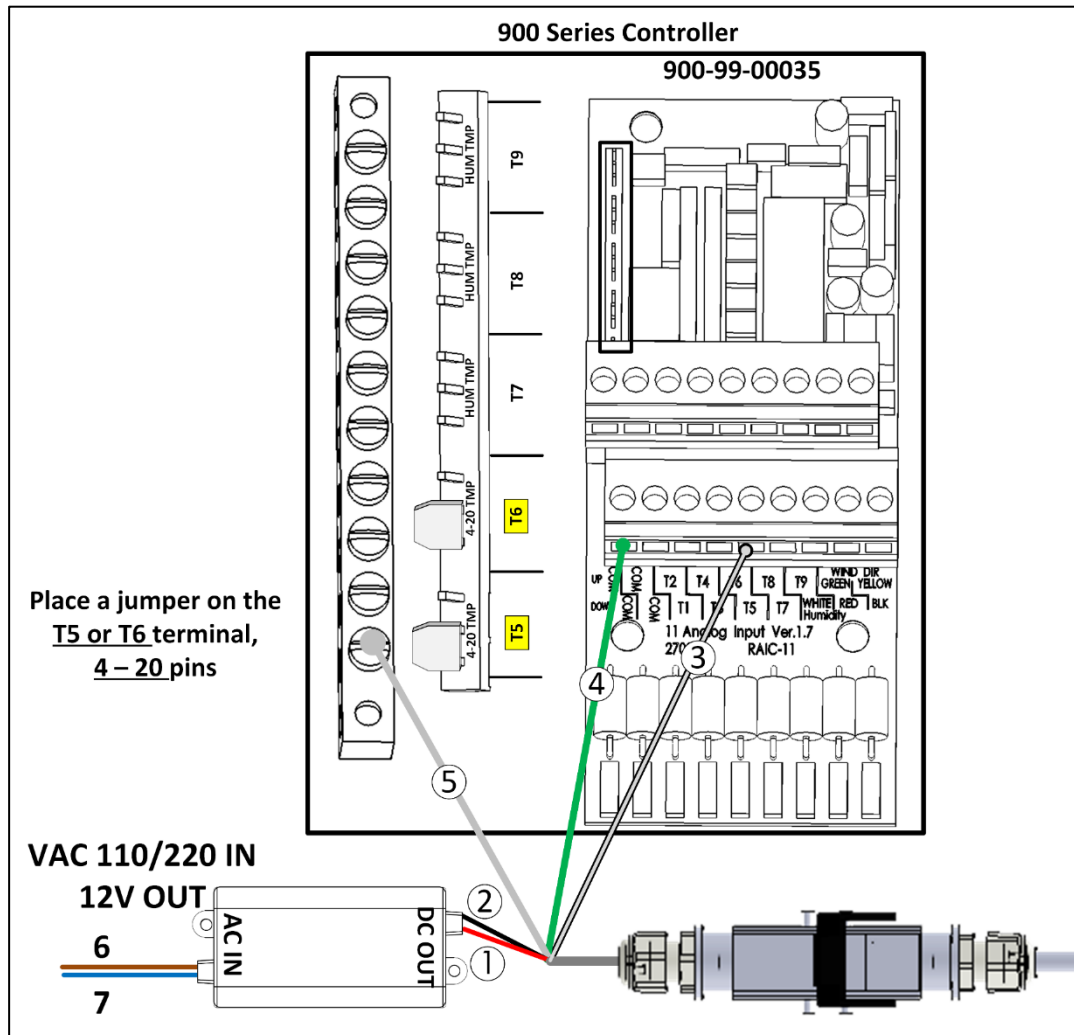

图 10: Platinum 电源供应布线
- 连接传感器至Platinum版控制器 (图 10, 页码10)
1. 如指示图 10中，连接传感器的另一端至电源供应和Platinum版模拟输入卡。